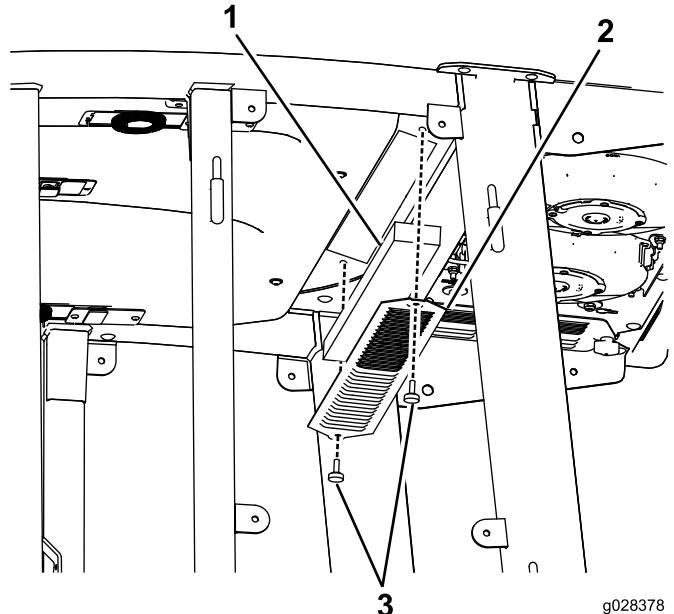

Bild 120
1. Nehmen Sie die Schrauben und Gitter von den internen und hinteren Kabinenluftfiltern ab (Bild 120).